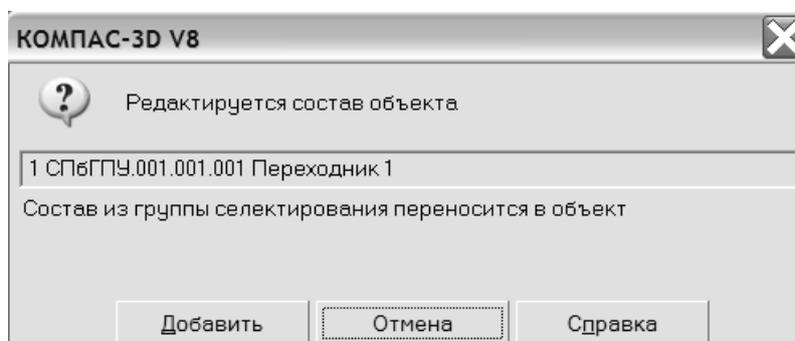

Рис. 13.12. Сообщение о редактировании состава объекта
- на экране появится сообщение о редактировании состава объекта (рис. 13.12). Нажмите кнопку *Добавить*;